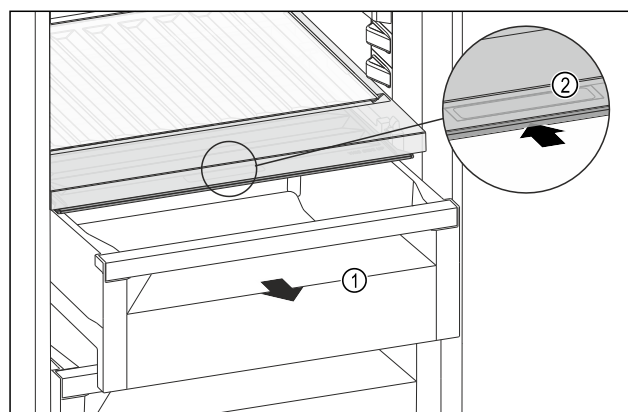

Fig. 174
- Estrarre il cassetto Fig. 174 (1).
- Afferrare la maniglia incassata Fig. 174 (2) sul coperchio dello scomparto e spingere allo stesso tempo all'indietro il coperchio dello scomparto.